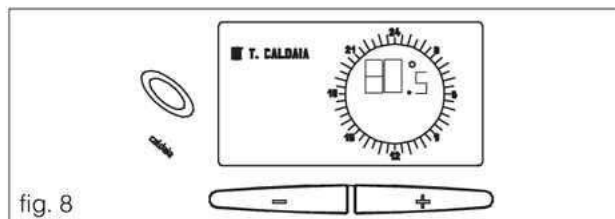

fig. 8
- Premere due volte il tasto "caldaia": sul display compaiono la temperatura di regolazione, il simbolo  e la scritta T. CALDAIA (fig. 8)